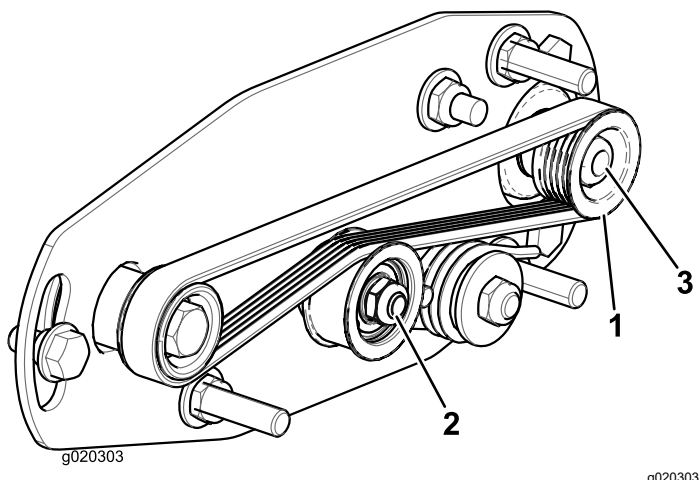
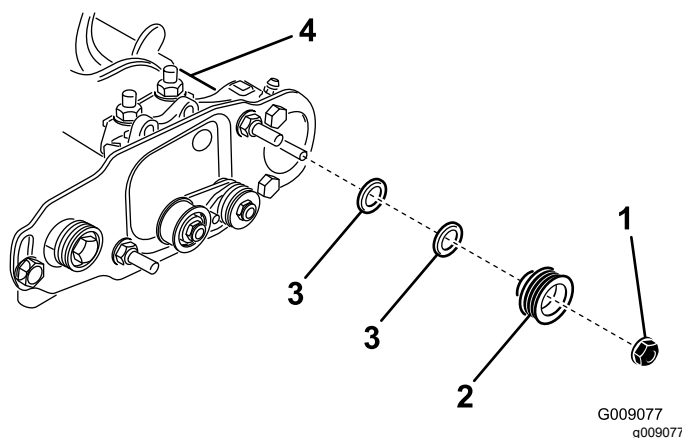

Figura 24
Figura 25
1. A polia acionada (no veio da escova do rolo) pode-se movimentar para dentro ou para fora (Figura 24).
2. Rodando o cilindro, que por sua vez roda a polia da transmissão, levante a correia da polia da transmissão (Figura 24).
3. Retire a porca de retenção que fixa a polia acionada ao veio da escova (Figura 24 ou Figura 25).
4. Retire a polia acionada do veio (Figura 25).
5. Se a polia necessitar de sair, adicione uma anilha de 0,8 mm de espessura (Figura 25). Se a polia necessita de entrar mais, remova o espaçador existente de 0,8 mm de espessura.